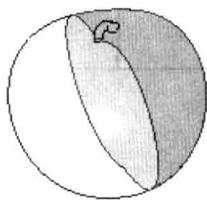
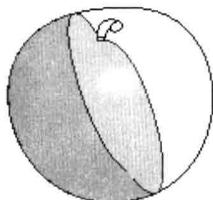

图 1-7 复制苹果右侧曲面
图 1-8 复制苹果左侧曲面
- ① 单击主菜单中的“插入”→“扫描混合”，弹出特征定义栏。
- ② 单击特征定义栏中的“参照”，单击选取第3步绘制的曲线为扫描轨迹，定义“剖面控制”为“垂直于轨迹”，“水平/垂直控制”为“自动”，“起点的X方向参照”为“缺省”。
- ③ 单击特征定义栏中的“截面”→“草绘截面”，在图形中单击选取轨迹下端的端点，单击特征定义栏中的“草绘”，进入草绘界面，绘制截面1。
- ④ 单击特征定义栏中的“截面1”，右击，在弹出的快捷菜单中单击“添加”，在图形中单击轨迹的另一个端点，单击“草绘”，绘制截面2。
- ⑤ 单击特征定义栏中的图标按钮，完成扫描混合特征。
(5) 复制曲面 ()，如图 1-7 所示。
- ① 在图形窗口右上角，切换选择模式为“几何”。
- ② 单击苹果表面，再单击主菜单中的“编辑”→“复制”。
- ③ 单击主菜单中的“编辑”→“粘贴”，再单击特征定义栏中的.
(6) 以同样操作复制苹果另外一侧的曲面，如图 1-8 所示。